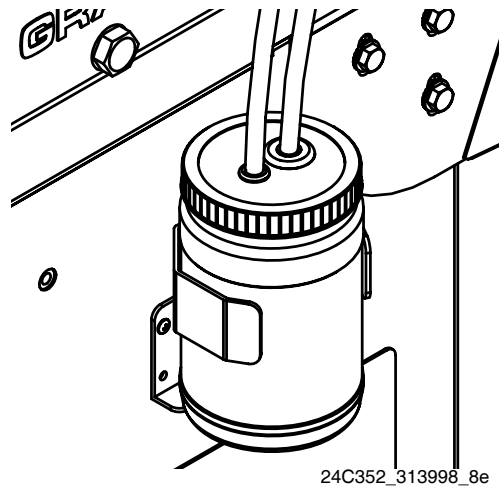

FIG. 27: Sistema de Lubricante IsoGuard Select
2. Retire los racores de los puertos de salida del cilindro de fluido del IsoGuard Select. Mantenga el tubo de suministro (ST), el tubo de retorno (RT) y el tubo de gestión de fugas (LT) conectado a los racores.
4. Levante el depósito del lubricante IsoGuard Select (LR), sáquelo del soporte (RB) y retire el recipiente de la tapa. Sujete la tapa sobre un recipiente adecuado para retirar la válvula de retención y dejar que se vacíe el lubricante IsoGuard Select. Vuelva a sujetar la válvula de retención a la manguera de entrada. Vea FIG. 27.
7. Enrosque el depósito en el conjunto de la tapa y colóquelo en el soporte (RB).
8. Empuje aproximadamente 1/3 de la longitud del tubo de suministro de diámetro grande (ST) en el depósito.
9. Empuje el tubo de retorno de diámetro pequeño (RT) dentro del depósito hasta que llegue al fondo.